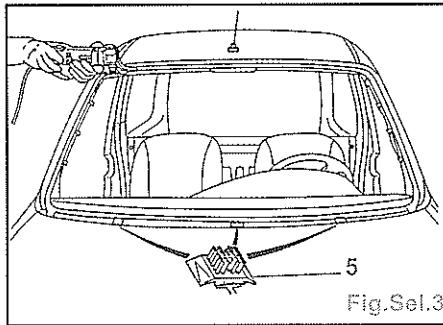

Fig.Sel.3
- poser les 3 cales à picots (5) (Fig.Sel.3).